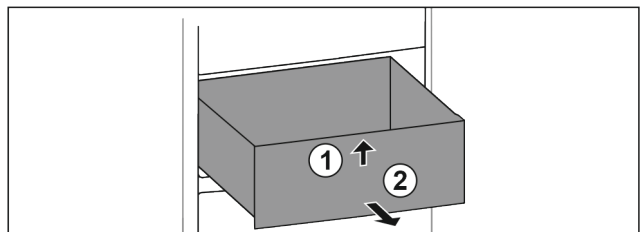

Fig. 64
- ▶ Soulever la partie avant du tiroir. Fig. 64 (1).
- ▶ Retirer le tiroir par l'avant. Fig. 64 (2)